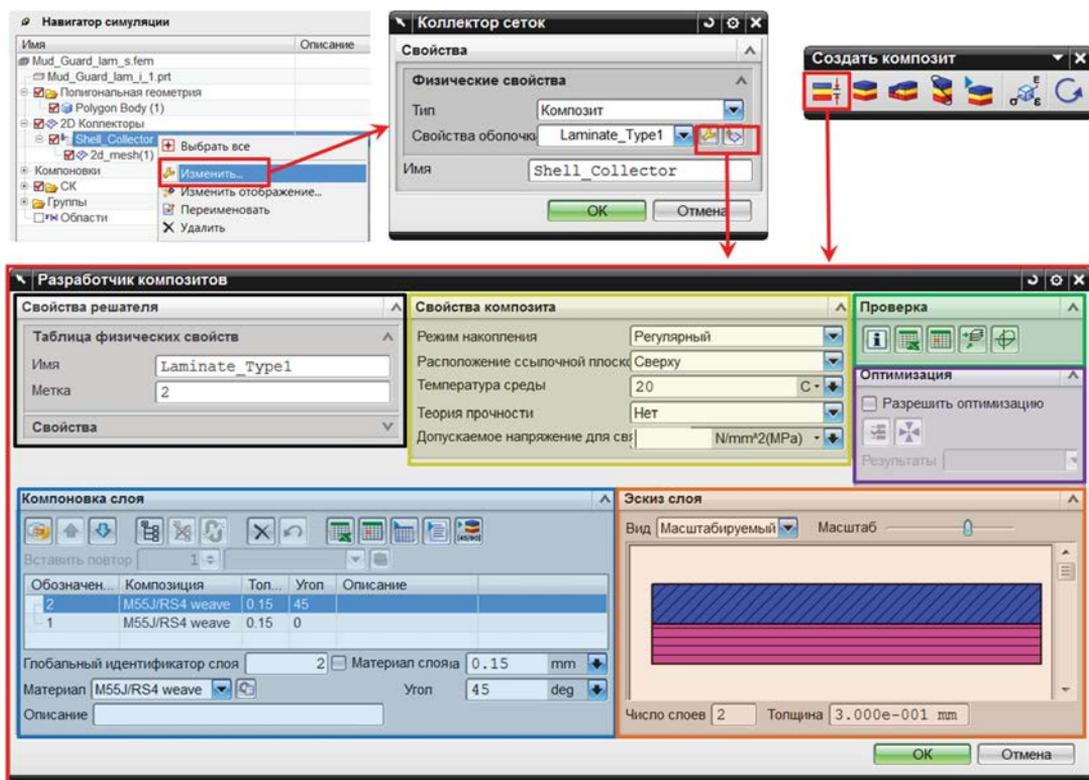

Рисунок 5. Вызов и общий вид диалогового окна Разработчик композитов
Это диалоговое окно также может быть вызвано из панели инструментов **Создать композит (Laminates)** командой **Физические свойства композита (Laminate Physical Properties)** (рисунок 5).
**Разработчик композитов (Laminate Modeler)** делится на шесть групп параметров (рисунок 5):